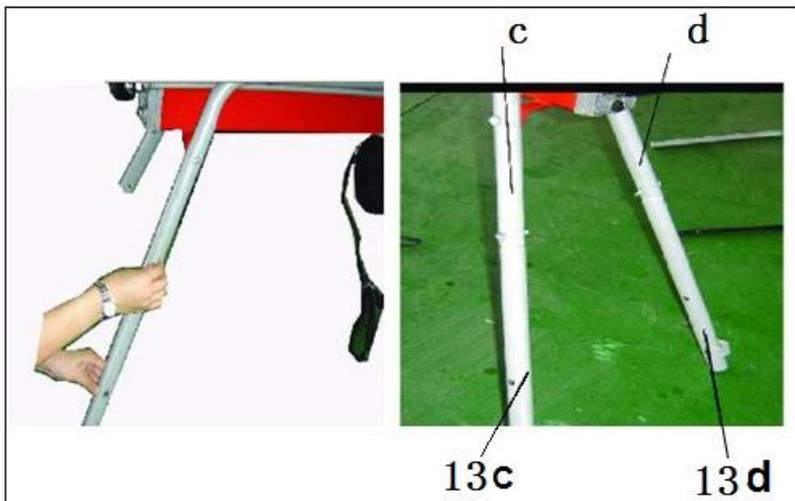

fig.4
- c) Connecter le support arrière (13c) au tube de connexion (c) et le support arrière (13d) au tube de connexion (d) avec des boulons et des écrous (Fig. 4).